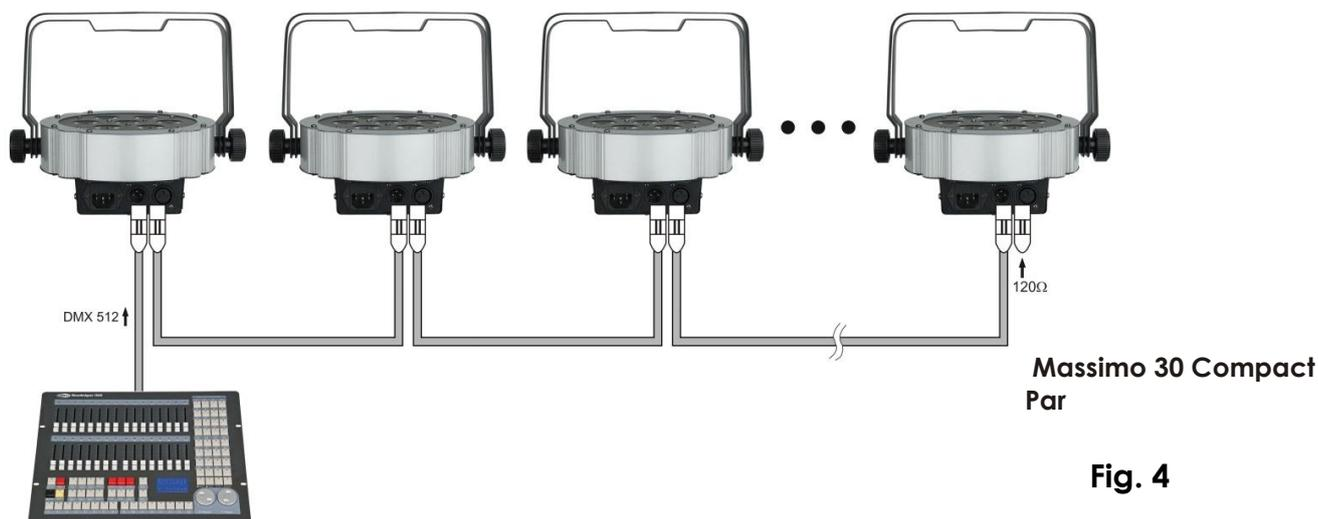

Fig. 3
3. Collegare le unità come indicato nella (Fig. 3). Collegare un cavo di segnale DMX dall'uscita "out" del primo dispositivo DMX alla presa "in" della seconda unità. Ripetere questo processo fino a collegare la seconda, la terza e la quarta unità. Sarà possibile usare le stesse funzioni sul dispositivo master di quelle descritte a pagina 16 e 17 (Programmi integrati, Esecuzione Automatica o Controllo da audio). Ciò significa che sul dispositivo master sarà possibile impostare la Modalità di funzionamento desiderata e che tutti i dispositivi slave risponderanno esattamente come il dispositivo master.